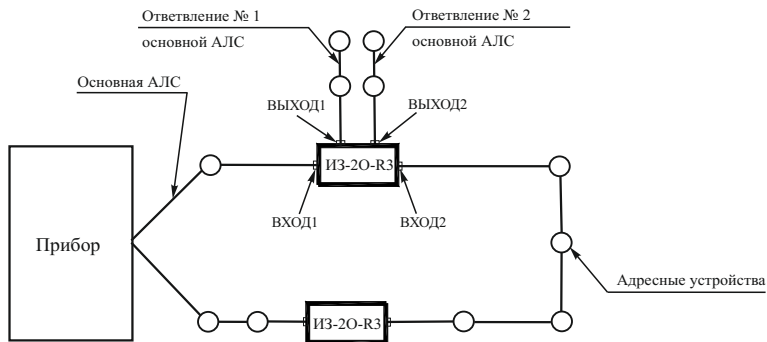

Рисунок 2
4.4 Работа изолятора основана на способности изолировать часть основной АЛС или ответвления основной АЛС при обнаружении в них КЗ. Ответвления основной АЛС независимы друг от друга. КЗ в ответвлении №1 не влияет на работу адресных устройств, подключенных в ответвлении №2 (рисунок 2).